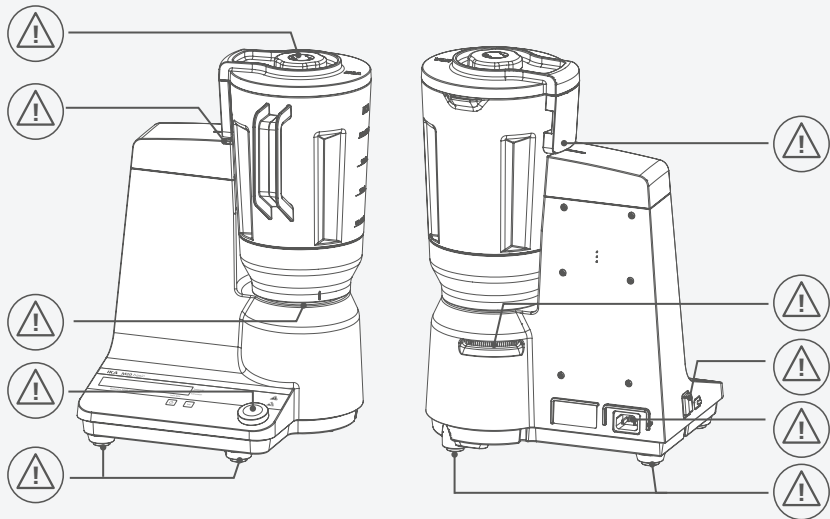
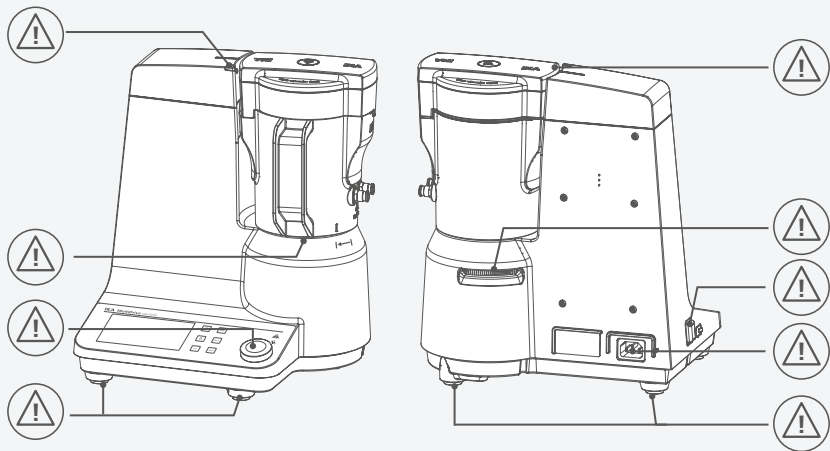

Fig. 1
Fig. 2
- › Обращайте внимание на отмеченные на Fig. 1 и Fig. 2 места.